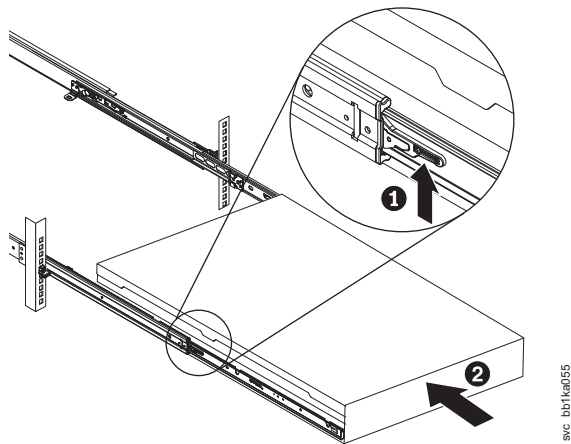

图 208. 抬起机架滑轨的 SAN Volume Controller 2145-DH8 锁紧杆
17. 抬起滑轨上的锁定拉杆（图 208 中的 **1**），将服务器 **2** 全部推入机架，直到其咔嗒一声锁定到位。